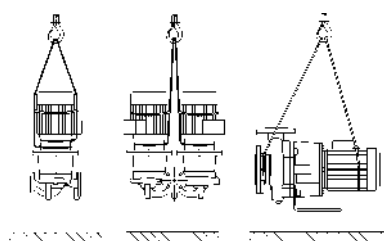

Fig. 7: Transport pompy
- Uchwyty transportowe umieszczone na silniku służą przy tym tylko do przeprowadzenia przez zawiesia (Fig. 7).